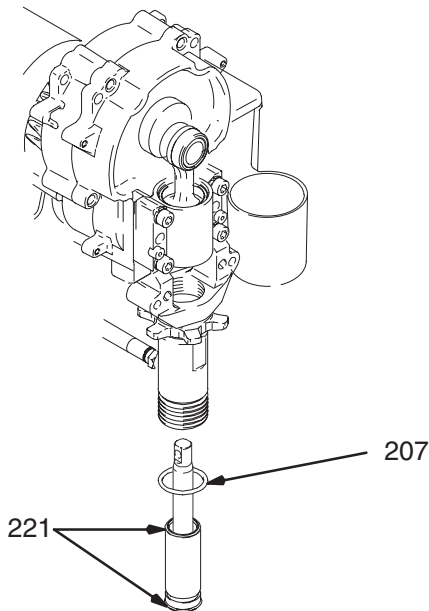

Fig. 19
Fig. 19. Smør o-ring (221) og sett den på foringen. Skyv foringen/stempelstangenheten inn i bunnen av sylinderen. Du kan bruke en ny o-ring (207) hvis du ønsker det.